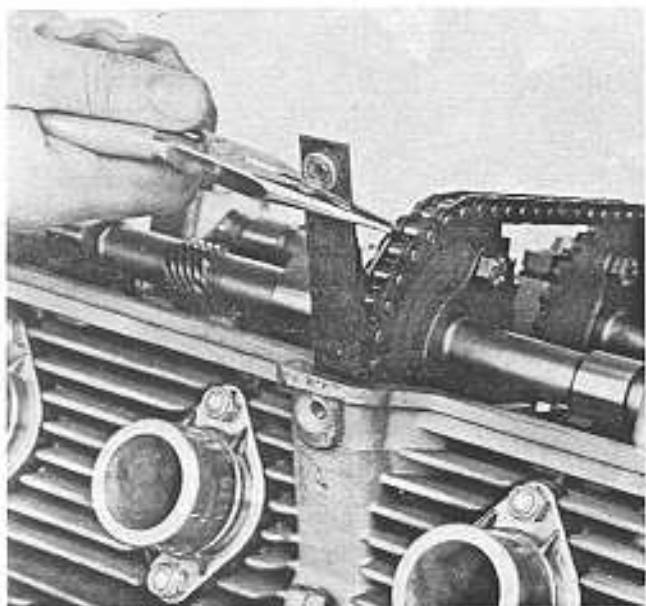

Fig. 9
- Rimuovere la vite di fissaggio e sfilare il pattino tenditore della catena di distribuzione (Fig. 9). (Questo non è strettamente indispensabile, ma facilita molto l'esecuzione delle operazioni che seguono).
- Remove the securing screw and withdraw the cam chain tensioner blade (Fig. 9) (this is not really needed but makes the subsequent operations much easier to perform).